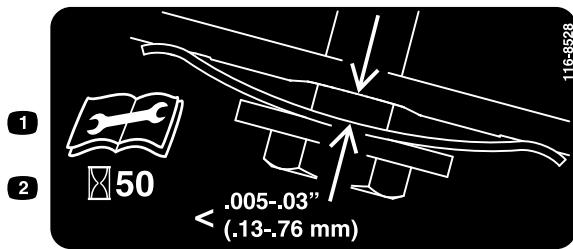

Figure 29
3. Placez une jauge d'épaisseur entre 0,13 et 0,76 mm (0,005 et 0,03 po) contre la paroi et faites-la glisser vers le bas derrière le ressort de tension de la courroie; voir Figure 29.